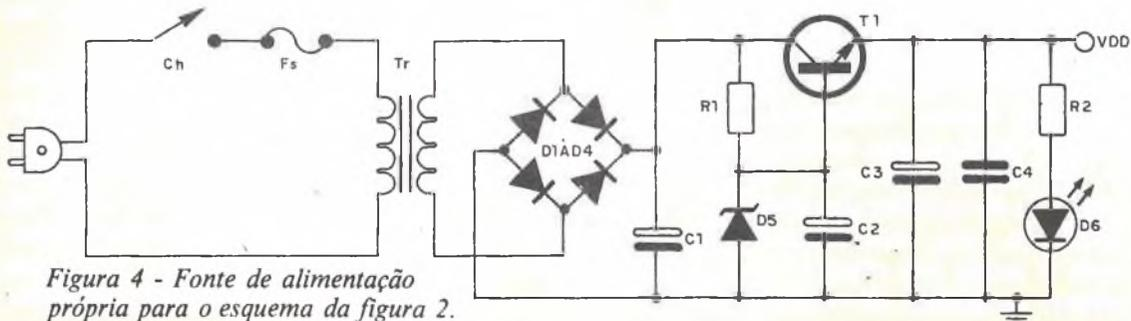

Figura 4 - Fonte de alimentação própria para o esquema da figura 2.
O tipo de relê usado e o tempo que permanecerá ligado é que determinarão a escolha: alimentação por pilhas ou através da rede elétrica. Caso o montador optou pela rede domiciliar, deverá usar a fonte de alimentação mostrada no esquema da figura 4.
**LISTA DE MATERIAL DA FIGURA 4**